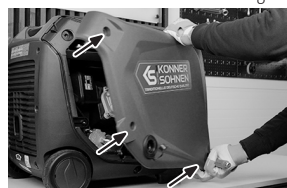

Fig. 13
3. Retirez le couvercle du générateur. (fig. 13).
8. Fermer couvercle de maintenance du générateur (fig. 13).